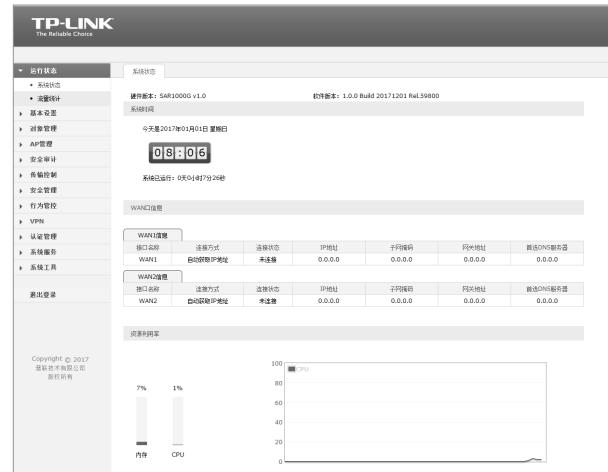

图4-3 路由器管理界面首页
- 经过上述步骤即可成功登录路由器管理界面首页, 如图4-3所示。